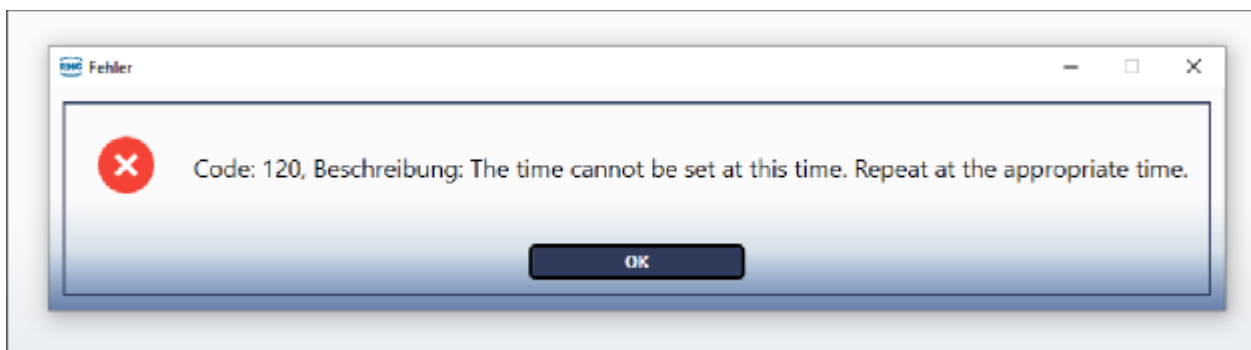

Abb. 48: Zeitverstellung, Fehlermeldung in RMGViewPrime
- Mehrfache Verstellungen innerhalb einer Stunde sind nicht möglich, auch wenn die Summe aller Justierungen kleiner 36 Sekunden wäre (siehe Abb. 48: Zeitverstellung, Fehlermeldung in RMGViewPrimeAbb. 48).
Ist die Zeitverstellung nicht ohne Stundenwechsel möglich, wird die Zeit nicht verstellt und eine Fehlermeldung ausgegeben (siehe Abb. 47 und Abb. 48).